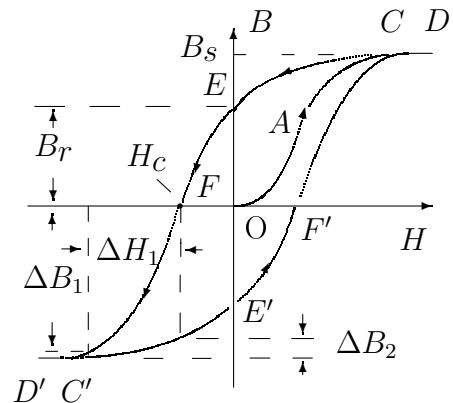
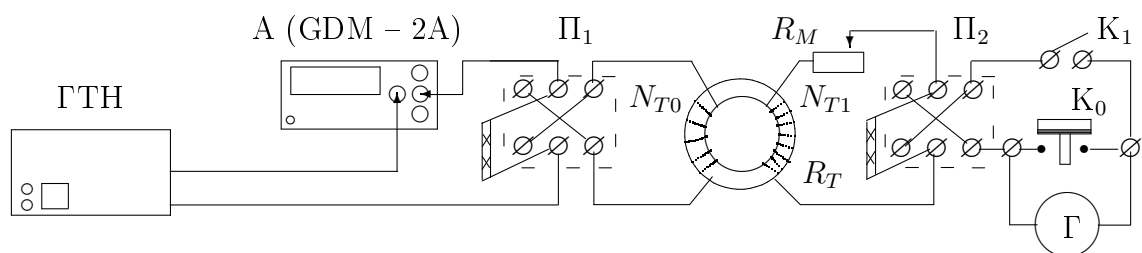
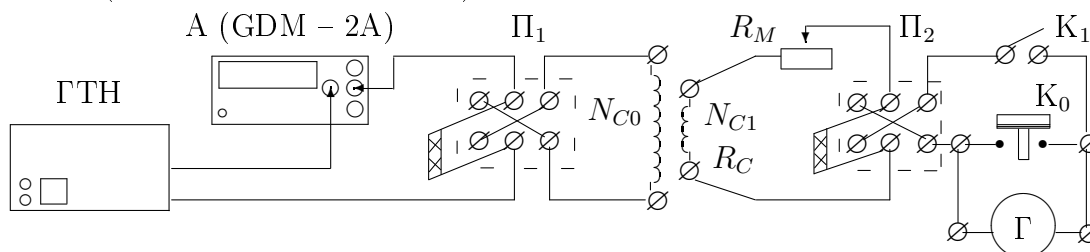
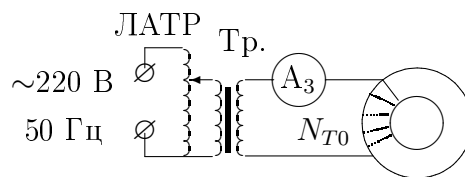

Рис. 1. Петля гистерезиса ферромагнетика
Рис. 4. Схема установки для исследования петли гистерезиса
Рис. 5. Схема установки для калибровки гальванометра
Рис. 6. Схема установки для размагничивания образца
Магнитная индукция  $B$  и напряжённость магнитного поля  $H$  в ферромагнитном материале неоднозначно связаны между собой: индукция зависит не только от напряжённости, но и от предыстории образца. Связь между индукцией и напряжённостью поля типичного ферромагнетика иллюстрирует рис. 1.
**Экспериментальная установка.** Схема для исследования петли гистерезиса представлена на рис. 4. Специальный генератор токов намагничивания (ГТН) позволяет скачками менять токи в намагничивающей обмотке тороида. При нажатии на верхнюю (+) кнопку генератора ток растёт, на нижнюю (-) – падает. Одинаковые скачки  $\Delta I$  ( $\sim \Delta H$ ) вызовут разные отклонения зайчика гальванометра  $\Delta x$  ( $\sim \Delta B$ ) на разных участках петли: на рис. 1 скачок  $\Delta H_1$  может дать и  $\Delta B_1$  на участке  $FD'$ , и  $\Delta B_2$  на участке  $D'E'$ . Поэтому генератор меняет ток неравномерно: большими скачками вблизи насыщения и малыми вблизи нуля.
Схема на рис. 5 отличается от схемы на рис. 4 только тем, что вместо тороида подключён калибровочный соленоид.
Чтобы снять начальную кривую намагничивания, нужно размагнитить сердечник. Для этого тороид подключается к цепи переменного тока (рис. 6). При уменьшении амплитуды тока через намагничивающую обмотку от тока насыщения до нуля характеристики сердечника  $B$  и  $H$  «пробегают» за секунду 50 петель всё меньшей площади и в итоге приходят в нулевую точку.
**Исследование петли.** Измерения начинаются с максимального тока (точка  $C$  на рис. 1). Нажимая кнопку, следует фиксировать ток, соответствующий каждой позиции, и отклонение зайчика  $\Delta x$ , соответствующее каждому нажатию кнопки. Дойдя до нулевого тока (точка  $E$ ), следует поменять направление тока в обмотке  $N_{T0}$  переключателем  $\Pi_1$ , затем, увеличивая ток, пройти участок  $EC'$  до насыщения другого знака. В точке  $C'$  переключателем  $\Pi_2$  следует поменять направление тока в обмотке  $N_{T1}$ , чтобы при движении по правой ветви петли зайчик отклонялся в ту же сторону. В точке  $E'$  при нулевом токе ещё раз ключом  $\Pi_1$  изменяется направление тока в первичной обмотке, чтобы пройти участок  $E'F'C$ . Таким образом, измеряя шаг за шагом отклонения зайчика при изменениях тока, нужно пройти всю петлю гистерезиса.
1. Соберите схему согласно рис. 4: предварительно расположите ключи так, чтобы удобно было снимать отсчёты; ключ  $\Pi_1$  — ближе к амперметру; ключи  $\Pi_2$  и  $K_1$  — ближе к ключу  $K_0$ , куда подведены концы гальванометра. При сборке схемы и наладке первичной цепи тороида ключ  $K_1$  разомкнут (!).
6. Соберите схему согласно рис. 5. Для этого достаточно в схеме, изображённой на рис. 4, вместо тороида подключить соленоид с измерительной катушкой.
7. Начальную кривую намагничивания (участок  $OAC$  на рис. 1) можно снять по той же схеме (рис. 4), если предварительно размагнитить тороид в цепи переменного тока. Для этого соберите схему, изображённую на рис. 6, на отдельном столе: обмотку  $N_{T0}$  тороида подключите через амперметр переменного тока к выходу разделительного трансформатора  $Tr$ . Включите ЛАТР в сеть и установите ток, соответствующий насыщению ( $I \simeq 3$  А).
- Вновь подсоедините тороид к цепи, изображённой на рис. 4. Установите тумблер генератора на минимальный ток (позиция 00) и снимите начальную кривую намагничивания, скачками увеличивая ток от нуля до  $I_{\max}$ . В случае сбоя в измерениях образец надо снова размагнитить.
Построение удобно начать с максимального значения  $\mathbf{H}$  (точка  $C$  или  $C'$  на рис. 1). Переход к следующему значению  $\mathbf{H}$  соответствует первому скачку  $\Delta B$  и т.д. Отложив все  $\Delta B$  по одной стороне петли и дойдя до насыщения, постройте вторую сторону таким же образом.